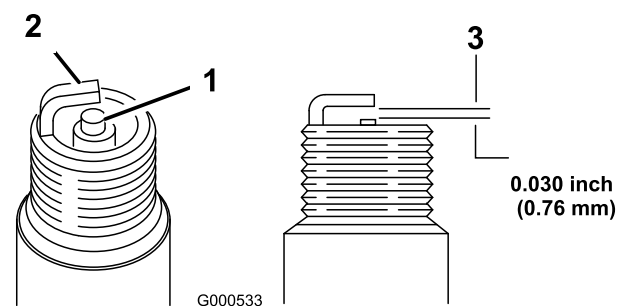

Figura 21
- Ajuste el espacio entre los electrodos a 0,76 mm (0,030 pulgadas) (Figura 21).